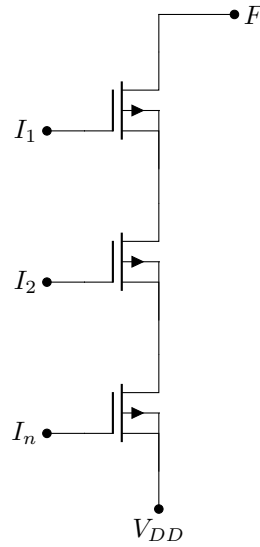

Figura 2: PMOS serie (NOR)
En la figura 2 se puede ver un PMOS en configuración serie, el mismo conduce cuando todos los transistores están encendidos (ON) es decir: